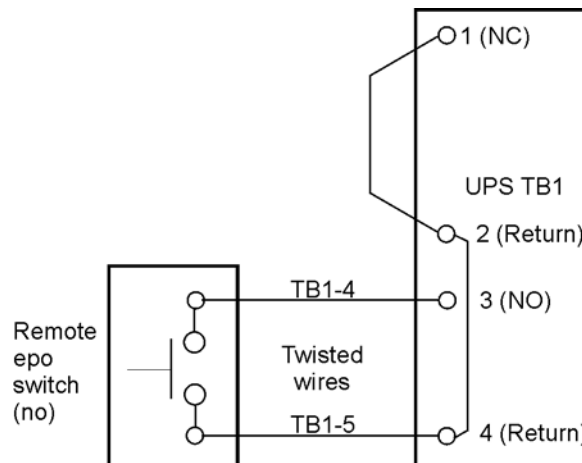

Abbildung4-17. Schließer-Verkabelung des externen EPO-Schalters
8. Führen und verbinden Sie die Verkabelung gemäß der Darstellung in Tabelle 4-2 und Abbildung 4-17.